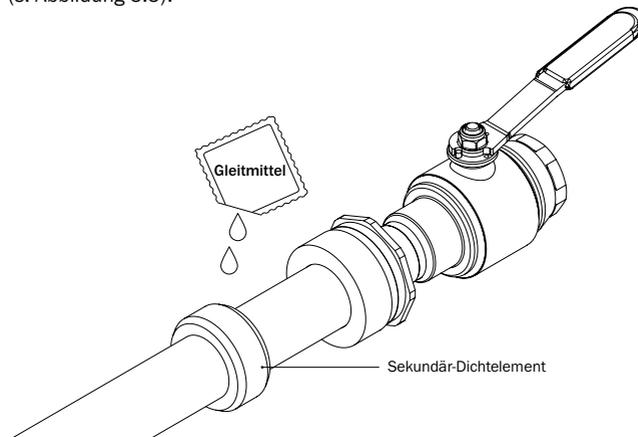

Abbildung 5.5: Sekundär-Dichtelement mit Gleitmittel einschmieren
- Das Sekundär-Dichtelement mit dem mitgeliefertem Gleitmittel vollständig einschmieren (s. Abbildung 5.5).